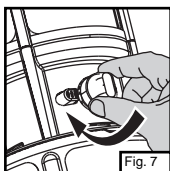

Fig. 7
- ⇒ Gire la válvula a apagado. (Fig. 7)